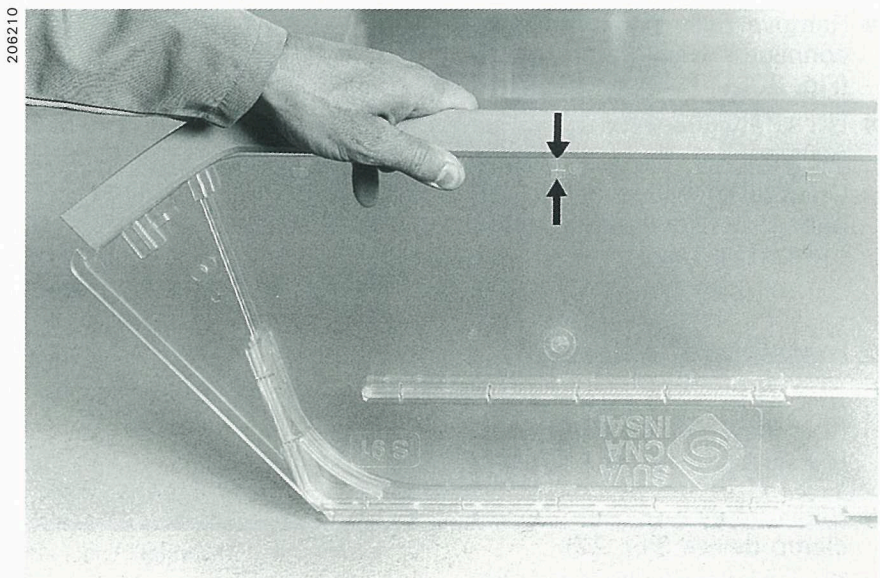

Bild 24 / Figure 24
- Die neuen Schienen so auf die Schutzhaube legen, dass die Markierungen übereinstimmen (Bild 24).
- *Poser les nouveaux rails sur la cape de façon que les repères coïncident (figure 24).*
- Position new rails on safety guard, ensure that markings line up (Fig. 24).
- Die Schienen wieder so auf die Schutzhaube legen, dass die Markierungen übereinstimmen (siehe Seite 14, Bild 24).
- *Reposer les rails sur la cape de façon que les repères coïncident (voir page 14, figure 24).*
- Position rails on safety guard, make sure markings line up (see page 14, Fig. 24).
- Refit safety guard (see page 12, item 2).
- Remove safety guard (see page 12, item 1).